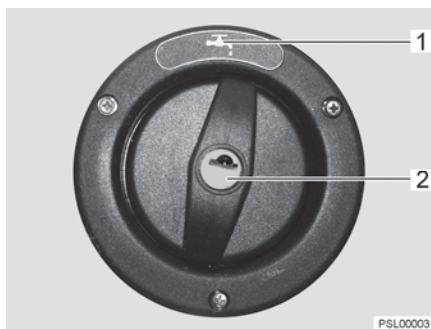

Bild 90 Locket för påfyllningsöppningen för dricksvatten
Påfyllningsöppningen för dricksvatten är märkt med symbolen "🔑" (Bild 90,1). Locket låses och låses upp med nyckeln till de utvändiga låsen (utvändiga luckorna).
- Stick in nyckeln i låscylindern (Bild 90,2) och vrid ett kvarts varv moturs.
- Öppna påfyllningsöppningen för dricksvatten (Bild 90).